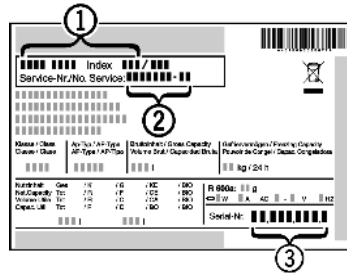

Fig. 9
- ▶ Назва пристрою Fig. 9 (1), сервісний номер Fig. 9 (2) та серійний номер Fig. 9 (3) вказані на таблиці типів. Таблиця типів знаходиться всередині пристрою, зліва.
- ▶ Повідомте сервісну службу про характер неполадки, назву пристрою Fig. 9 (1), сервісний номер Fig. 9 (2) та серійний номер Fig. 9 (3).